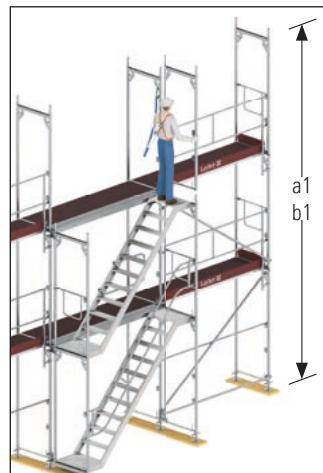

Bild 16: Anschlagen über Kopf
- a1) Anschlagen über Kopf: mindestens 5,25 m (Bild 16)
- b1) Anschlagen über Kopf: mindestens 4,75 m (Bild 16)